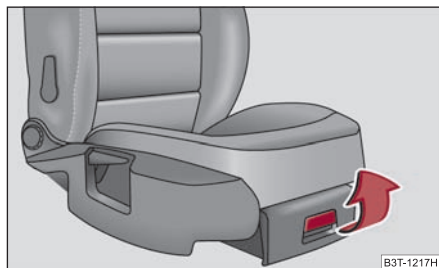

Fig. 114 Siège du passager avant: Vide-poches
- Pour ouvrir le couvercle, le faire basculer et le tirer ⇒ fig. 114